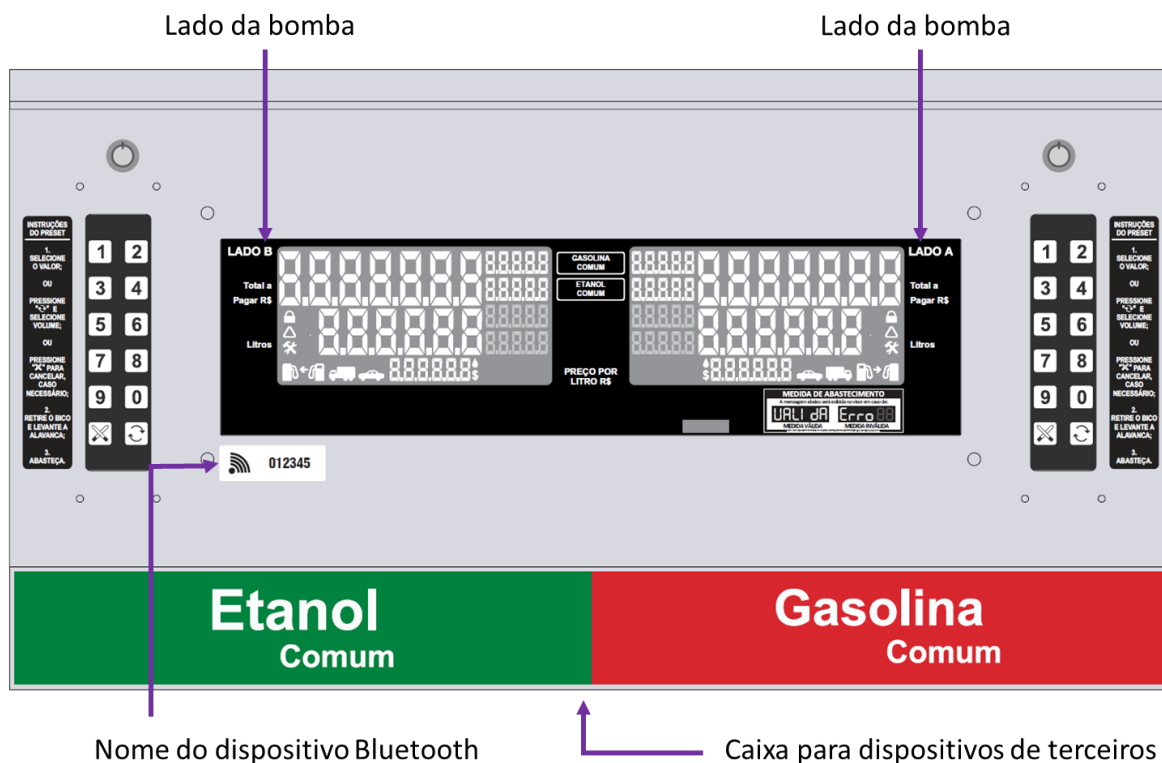
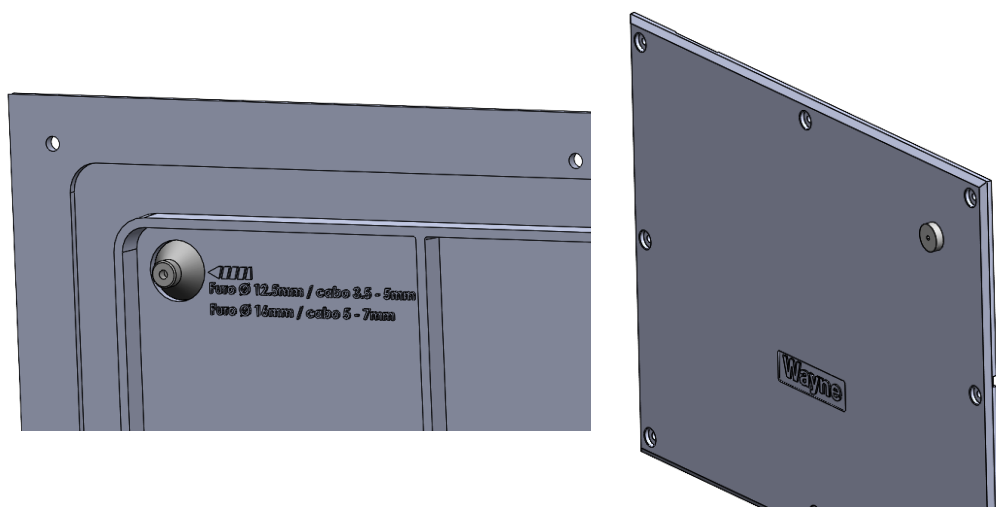

Figura 14 Cabeça eletrônica para o mercado brasileiro.
Figura 16 Localização dos furos e instalação dos prensa cabos na tampa da caixa para dispositivos de terceiros.
A bomba possui caixa de conexão de terceiros que permite a instalação destes componentes sem a necessidade de romper o lacre da cabeça eletrônica. A localização da tampa plástica está na área eletrônica e varia de acordo com o modelo da bomba, no caso da Global Century na parte inferior Figura 14. No interior da caixa existe um conjunto de terminais que fornece energia elétrica com fase (P), neutro (N) e terra (PE) e outro conjunto de terminais com um cabo de comunicação de quatro vias (numeradas) interligado com a caixa de ligação de comunicação. De acordo com a funcionalidade do dispositivo que está sendo instalado, pode ser necessária uma alteração nas conexões da caixa de comunicação, para mais detalhes da caixa de ligação consulte o esquema elétrico da bomba. A tampa da caixa de dispositivos de terceiros permite a passagem de sinal de radiofrequência e, se necessário, é possível a instalação de componentes nesta tampa. **Atenção** na correta instalação de prensa cabos para garantir o grau de proteção e evitar a entrada de pó e líquidos de forma a garantir o grau de proteção IP54. A tampa possui locais específicos para furação e instalação dos prensa cabos, conforme Figura 16. A furação deve ser efetuada conforme indicado na Tabela 2 seguindo o diametro da prensa cabo, que por sua vez é definido de acordo com o diametro externo do cabo instalado. Não devem ser passado cabos sem a utilização dos prensa cabos e ou em outros locais que não sejam os indicados na Figura 16. Qualquer violação na estrutura deste equipamento poderá provocar o travamento do sistema, impedindo o seu funcionamento, comprometendo a garantia, e sujeitando o proprietário à eventuais sanções devido à nova regulamentação.